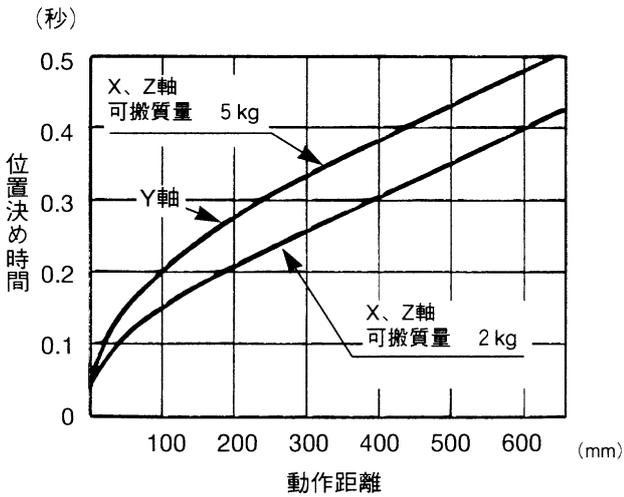
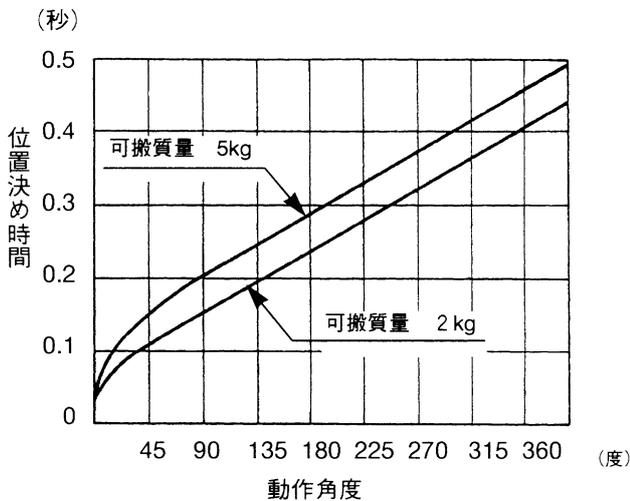
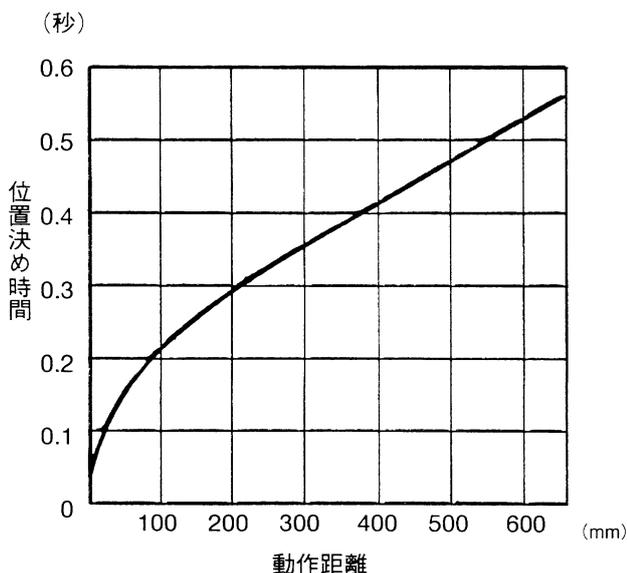
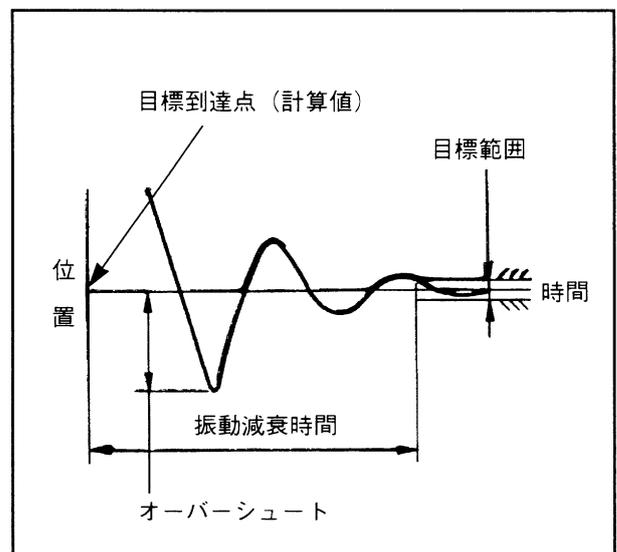

図1-11 X,Y,Z軸 (MV動作)
図1-12 T軸 (MV動作)
図1-13 全軸合計 (MVS動作)
図1-14 振動減衰時間
- ① サイクルタイムの算出に使う位置決め時間のグラフを図1-11・図1-12・図1-13に示します。
- ② 位置決め時間は、ロボットの動作開始から目標点に達するまでに要する時間を示します。
- ③ ロボットを位置決め目標点に向かって動作させると目標到達点を越えたあと、図1-14のように振動が減衰し目標点に位置決めされます。この振動減衰時間はグラフに考慮されていません。